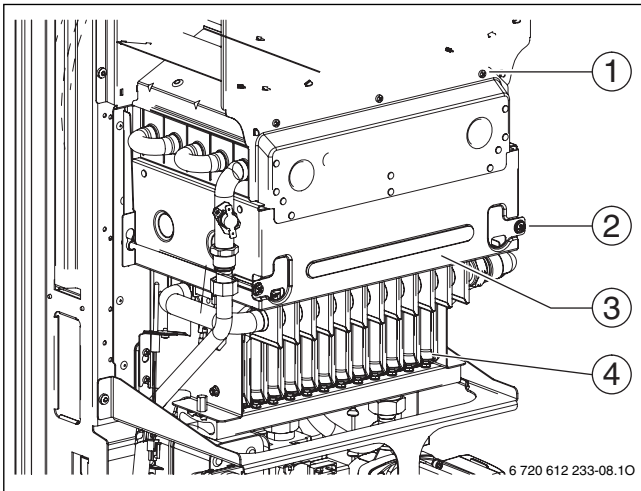

Fig. 42 Aprire il bruciatore
- ▶ Rimuovere la parete anteriore della camera di combustione e il bruciatore (→ fig 42).